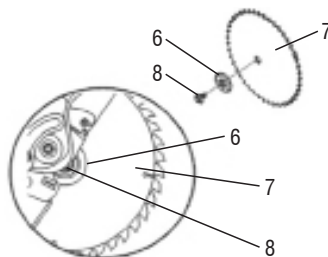

Fig. 12 – Extracción de la lámina
- 6 - Remueva el perno del eje de la sierra (4), el empalme (6) y la lámina (7). No remueva el empalme interno de la máquina, Fig. 12.